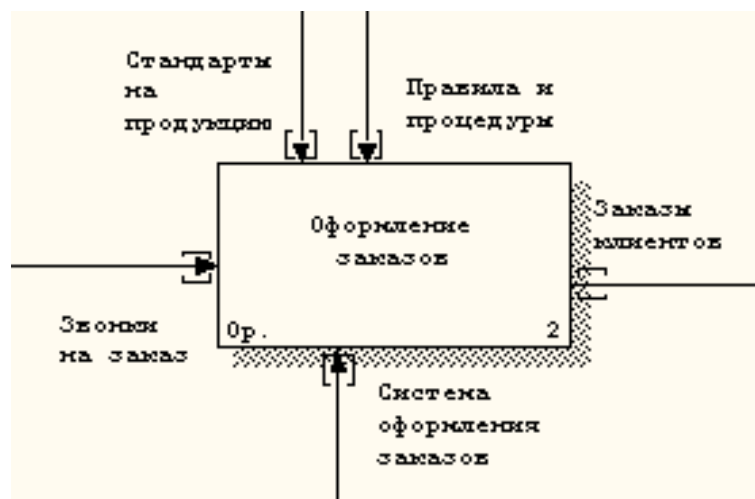

Рисунок 21 Работа "Оформление заказов" на диаграмме A2
2.8 На родительской диаграмме A2 туннелируйте (*Change to Tunnel*) стрелки, подходящие и исходящие из работы **“Оформление заказов”** (рисунок 21). Некоторые стрелки с диаграмм IDEF0 и DFD (не только с родительских) могут показываться на диаграмме DFD. Для отображения таких стрелок используется инструмент Off-Page Reference.